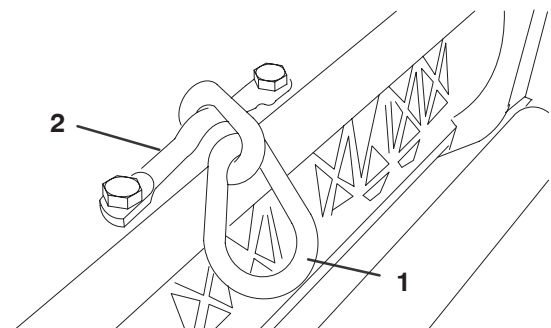

Figure 12
2. Montez le tringle de chaîne (Fig. 12) en haut du plateau de coupe avec le support et les (2) vis à tête. Serrez les vis à 34-40 Nm. Le grand côté du maillon est à accrocher à la suspension du groupe de déplacement.